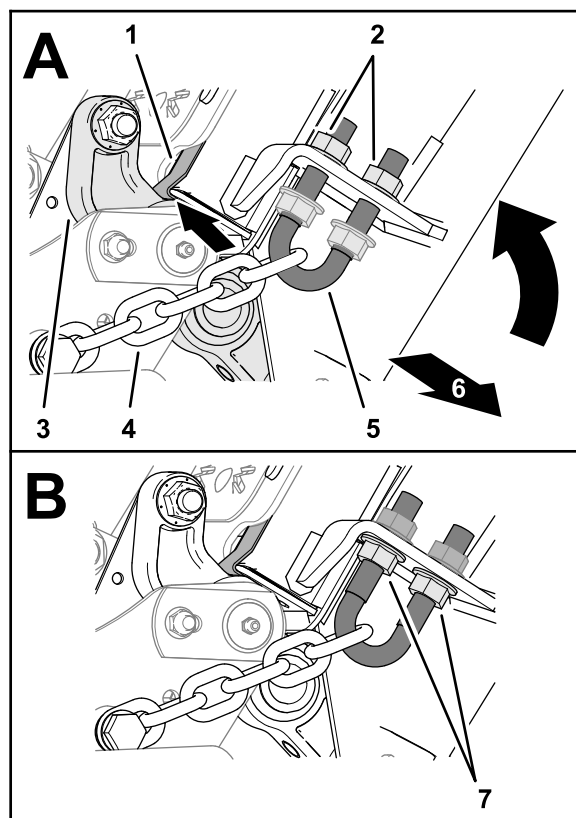

Рисунок 35
1. В передней части деки затяните наружные рифленные фланцевые гайки так, чтобы цепи были натянуты (Рисунок 35).
2. Заверните внутренние рифленные фланцевые гайки (Рисунок 35) и затяните их с моментом от 103 до 127 Н·м.